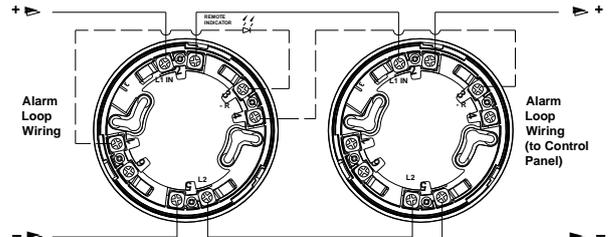

Рис. 1: Базовое подключение извещателей
2. Подключите проводники к клеммам основания. См Рис. 1 для извещателей с 2-проводным основанием.